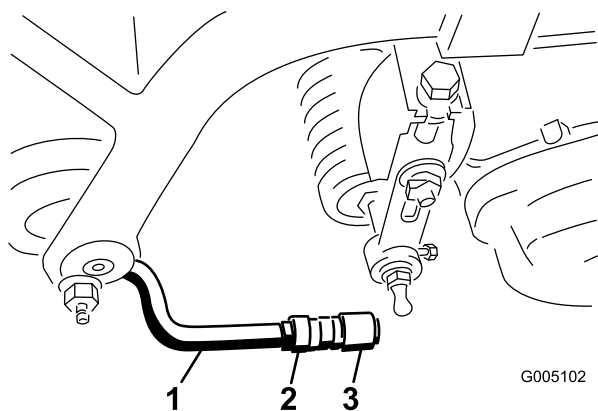

Figura 10
6. Efectue o alinhamento dos suportes com as juntas esféricas, de forma a que a zona aberta do suporte se encontre perfeitamente centrada com o tampão esférico. Aperte as porcas para fixar os suportes na posição correcta (Figura 10).